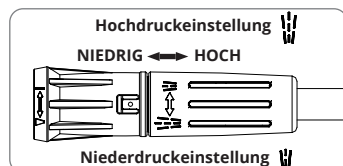

Abb. 15
1. Setzen Sie die verstellbare Düse in die Spritzpistole ein und drücken Sie sie nach vorne, um den Niederdruckmodus zu aktivieren (Abb. 15).